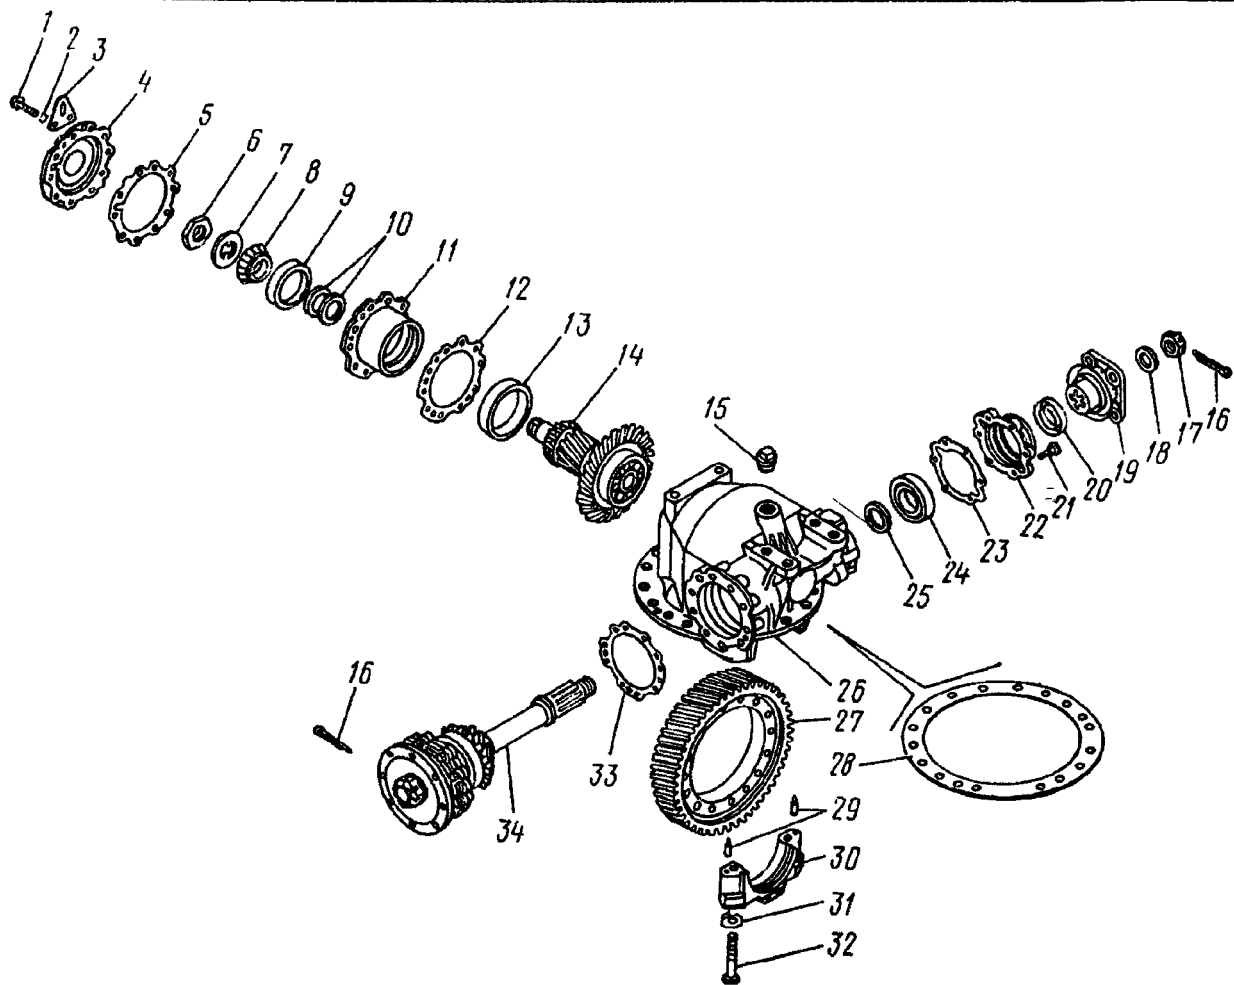
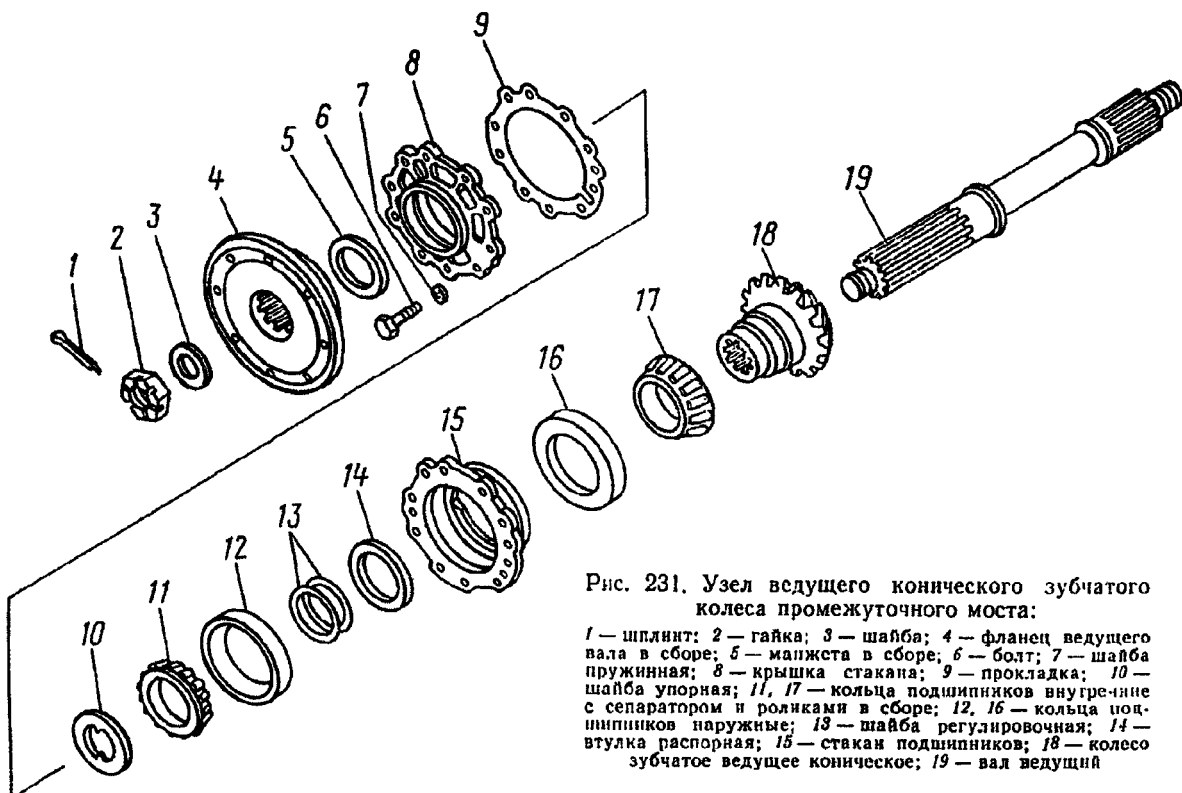
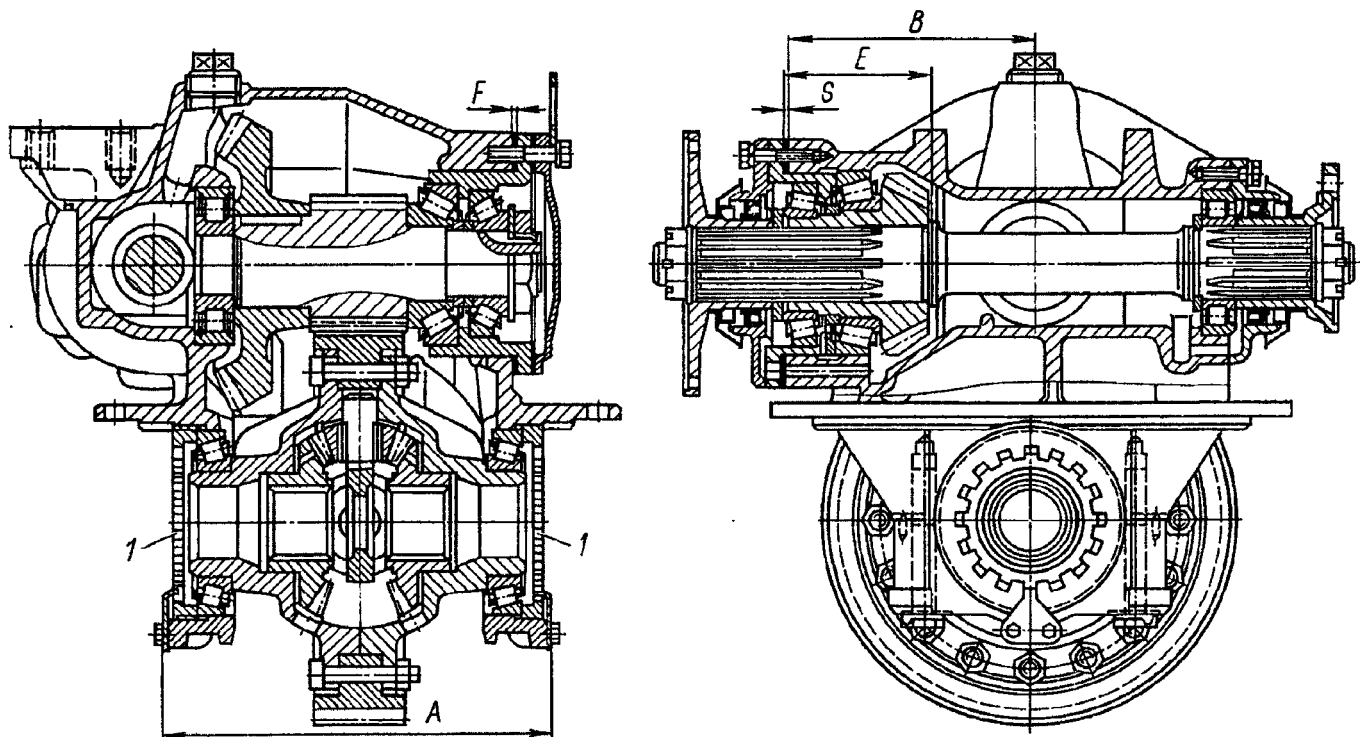

Рис. 230. Передача главная промежуточного моста:
Рис. 231. Узел ведущего конического зубчатого колеса промежуточного моста:
Рис. 234. Передача главная промежуточного моста:
16. Отignite стопорные пластины 31 (рис. 230), выверните болты 32 крепления крышек дифференциала, снимите крышки 30	Ключ 27 мм, молоток, зубило
18. Выньте из картера главной передачи дифференциал в сборе. Установите крышки 30 (см. рис. 230) подшипников, стопорные пластины 31 на прежнее место и вверните болты 32.	Ключ 27 мм
23. Расшплинтуйте и отверните гайку 2 (рис. 231) крепления фланца 4, снимите шайбу 3, фланец 4, крышку 8 в сборе с манжетой, прокладку 9, упорную шайбу 10	Накидной ключ 46 мм, молоток, отвертка, плоскогубцы
27. Спрессуйте с вала ведущее коническое зубчатое колесо 18, спрессуйте съемником (см. рис. 205) с зубчатого колеса внутреннее кольцо 17 подшипника (см. рис. 231)	Съемник
28. Выверните болты 1 (см. рис. 230) крепления крышки стакана. Снимите пружинные шайбы 2, скобу 3 главной передачи, крышку 4 стакана, прокладку 5	Ключ 19 мм
41. Напрессуйте на чашки 6 внутренние кольца 5 подшипников 42. Установите на ведущий вал опорную шайбу 25 (см. рис. 230), напрессуйте роликовый цилиндрический подшипник 24 43. Напрессуйте на зубчатое колесо 18 (см. рис. 231) внутреннее кольцо 17 подшипника. Установите на наружное кольцо 16 распорную втулку 14, регулировочные шайбы 13 44. Запрессуйте наружное кольцо 12 в стакан 15. Установите стакан с внутренним кольцом 11 подшипника на зубчатое колесо, упорную шайбу 10 на вал 45. Запрессуйте манжету 5 в крышку 8. Установите прокладку 9, крышку в сборе на стакан 15 46. Установите на вал фланец 4 в сборе, шайбу 3, наверните и зашлифуйте гайку 2 47. Отрегулируйте подшипники ведущего конического зубчатого колеса (см. переход 64 операционной карты № 109) 48. Определите толщину пакета регулировочных прокладок S (рис. 234), устанавливаемых между фланцем стакана подшипников ведущего конического зубчатого колеса и картером главной передачи. Толщина пакета регулировочных прокладок определяется по формуле: $S = (81 + \text{поправка}) + E - B$, где E — действительный размер от торца ведущего конического зубчатого колеса до фланца стакана; B — действительный размер главной передачи от переднего торца до оси ведомого конического зубчатого колеса; поправка равна 0,3 мм 49. Наберите пакет регулировочных прокладок, размеры которых приведены в табл. 20	Молоток, оправка Пресс, оправка То же Молоток Накидной ключ 46 мм, плоскогубцы, отвертка — — —
50. Установите регулировочные прокладки 33 (см. рис. 230) на картер 26 главной передачи, ведущее коническое зубчатое колесо 34 в картер, вверните болты с шайбами.
тер главной передачи, должно вращаться плавно, без заедания. Примечание. Перед установкой картонных прокладок смажьте их с обеих сторон уплотнительной пастой УН-25. Перед запрессовкой манжет смажьте наружную поверхность трансмиссионным маслом. После установки между кромками манжеты заложите смазку Литол-24 51. Запрессуйте манжету 20 в крышку 22, установите прокладку 23 на крышку, вверните болты 21, установите на вал фланец 19, шайбу 18, наверните и зашлифуйте гайку 17 52. Запрессуйте в паз ведущего цилиндрического зубчатого колеса 4 (см. рис. 206) шпонку 3, напрессуйте на вал ведущего цилиндрического зубчатого колеса ведомое коническое зубчатое колесо 2, роликовый цилиндрический подшипник 1 53. Напрессуйте с другой стороны вала внутреннее кольцо конического подшипника, установите регулировочные шайбы 10 (см. рис. 230). Запрессуйте в стакан 11 наружные кольца 13 и 9 54. Установите внутреннее кольцо 8 подшипника в сборе с сепаратором на вал 55. Установите стакан 11 в сборе на внутренние кольца подшипников 56. Установите опорную шайбу 7, наверните гайку 6 крепления подшипников ведущего цилиндрического зубчатого колеса 57. Отрегулируйте подшипники вала ведущего цилиндрического зубчатого колеса (см. переход 72 операционной карты № 109) 58. Отверните гайку 6, снимите опорную шайбу 7, снимите стакан 11 с наружными 9 и 13 и внутренним 8 кольцами, регулировочные шайбы 10 59. Установите ведущее цилиндрическое зубчатое колесо 14 в сборе в картер 26 главной передачи.	Ключ 17 мм Молоток, пресс, оправка Пресс, оправка — — Торцовый ключ 55 мм — Торцовый ключ 55 мм —
Техническое условие. При сборке соблюдайте комплектность конических зубчатых колес. Устанавливайте ведущее и ведомое конические зубчатые колеса с одним порядковым номером. Номер комплекта выбит на каждом зубчатом колесе 60. Замерьте размер F (см. рис. 234) между картером и фланцем стакана подшипников ведущего цилиндрического зубчатого колеса при беззазорном зацеплении конических зубчатых колес. Определите толщину пакета регулировочных прокладок по формуле: $S = F + D$; где D = 0,317—0,555 мм — толщина пакета регулировочных прокладок, равная осевому смещению ведомого конического зубчатого колеса для компенсации бокового зазора в зацеплении зубчатых колес 61. Наденьте регулировочные прокладки 12 (см. рис. 230) на стакан 11 подшипников и запрессуйте стакан в картер, установите регулировочные шайбы 10, внутреннее кольцо 8 подшипника, опорную шайбу 7 и наверните гайку 6	— Пресс, молоток, торцовый ключ 55 мм
67. Установите на картер 26 (см. рис. 230) крышки 30 и вверните болты 32 со стопорными пластинами 31 с моментом 9,8—11,7 Н·м (10—12 кгс·м)	Динамометрическая рукоятка, сменная головка 27 мм
69. Отрегулируйте подшипники дифференциала в следующем порядке: — последовательно и равномерно затяните обе регулировочные гайки 1 (см. рис. 234) до увеличения расстояния А между крышками подшипников дифференциала на 0,1—0,15 мм (расстояние замеряйте между площадками для стопоров гаек); — застопорите регулировочные гайки; — затяните болты крепления крышек дифференциала с моментом 245—318 Н·м (25—32 кгс·м) и застопорите отгибанием пластин на одну из граней головок	—